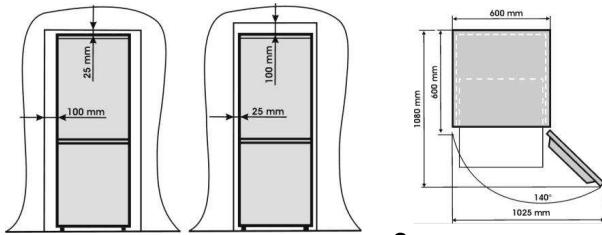
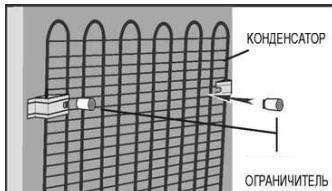

рисунок 3
рисунок 4
- Убедитесь в том, что вокруг прибора достаточно пространства для свободной циркуляции воздуха (рис. 3). Установите ограничитель (из пакета с аксессуарами) поворачивая их на 1/4 оборота к конденсатору на задней части холодильника (рис. 4).